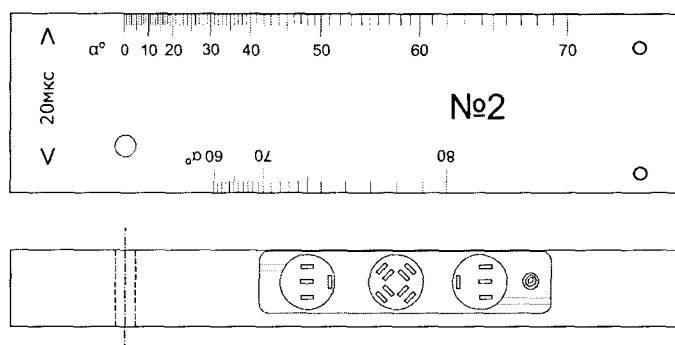

Рисунок 8 - Положение БП на мере для каналов 13
8.4.16.2 Установить БП «3» на смоченную контактной жидкостью поверхность меры №2 из комплекта ККО-3 (рисунок 8) для выявления резонатором канала 13 эхо-сигнала от опорного отражателя (отверстие диаметром 6 мм на глубине 44 мм), при этом продольные